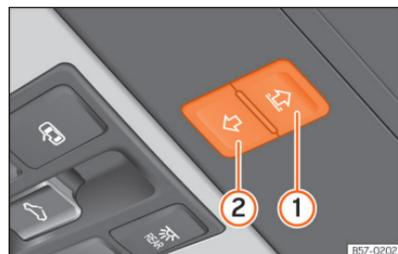

Fig. 68 No revestimento interior do teto: botão de função para utilizar a cortina de proteção contra o sol.
- Se ainda não se puder fechar, antes de passarem 5 segundos deslize o botão de função para trás sem soltá-lo »» **Fig. 68** ② até que